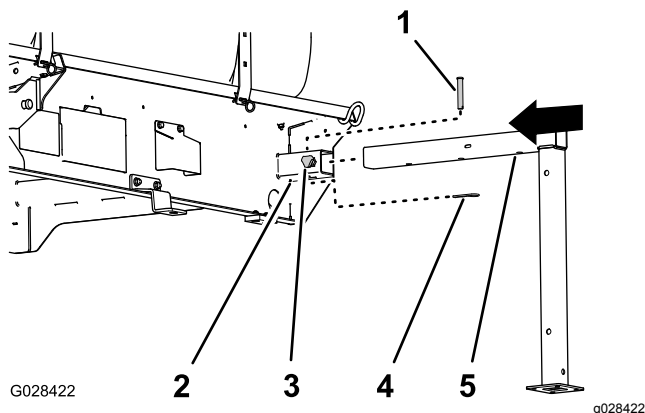

Figure 130
1. Alignez les jambes de support avant sur le récepteur à l'avant de la cuve (Figure 130).
2. Insérez la jambe de support dans le récepteur jusqu'à ce que le trou central du tube horizontal de la jambe soit en face du trou au sommet du récepteur (Figure 130).
4. Vissez à la main une molette de blocage dans le récepteur (Figure 130).